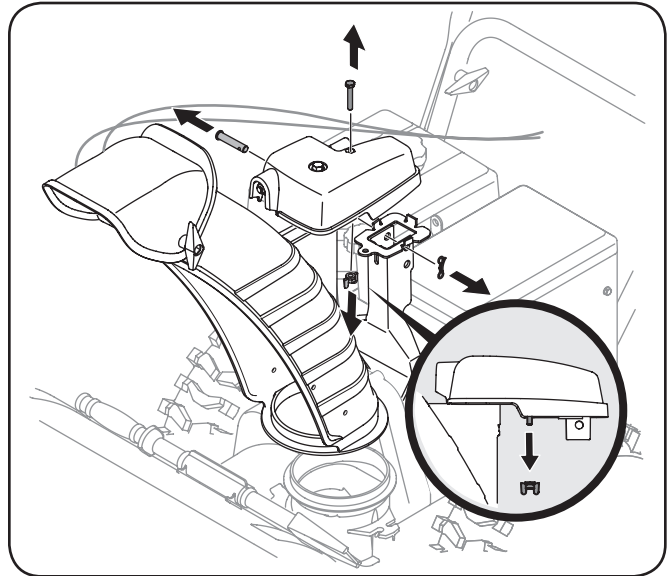

**Figura 3-13**
- Controle que todos los cables estén adecuadamente dirigidos a través de la guía de cables de la parte superior del motor. Algunos modelos tienen sólo un cable para dirigir por la guía de cable. Vea la Figura 3-13.